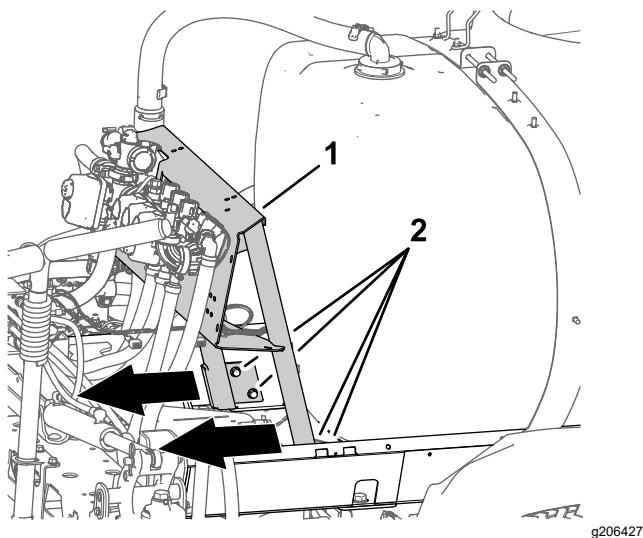

Figura 11
1. Allentate i 4 bulloni a testa flangiata (3/8" x 1") e i 4 dadi di bloccaggio flangiati (3/8") che fissano il supporto della valvola al telaio del serbatoio (Figura 11).
2. Spostate indietro il supporto della valvola (Figura 11).